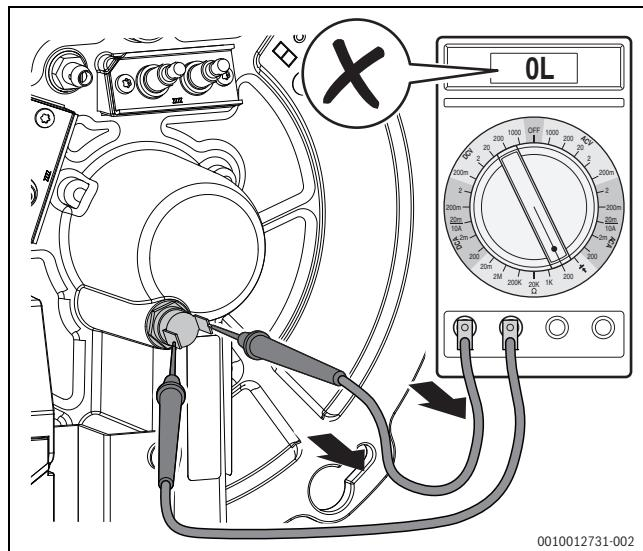

Bild 82 Elektrischen Widerstand an den Kontakten des Temperaturwächters messen (Temperaturwächter nicht in Ordnung)
- Wenn kein Wert angezeigt wird (→ Bild 82):